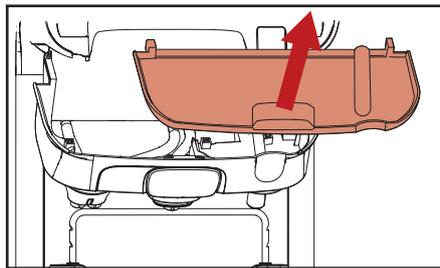

Fig. 5.11 – Retirada da bandeja de gotejamento interna
- c. Retire a bandeja de gotejamento interna e limpe-a, se necessário (fig. 5.11).